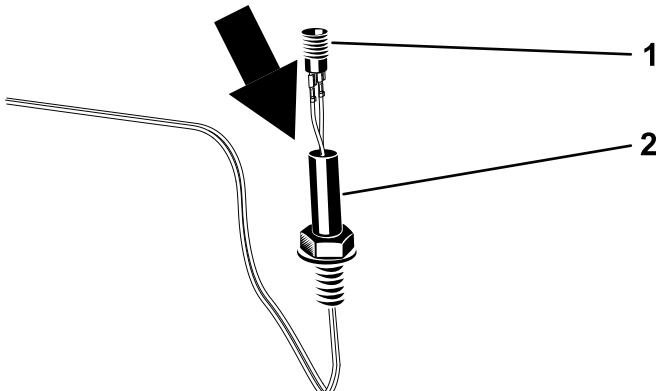

Figura 7
4. Montate il connettore della luce di segnalazione nel relativo attacco, ruotando l'attacco (Figura 7).